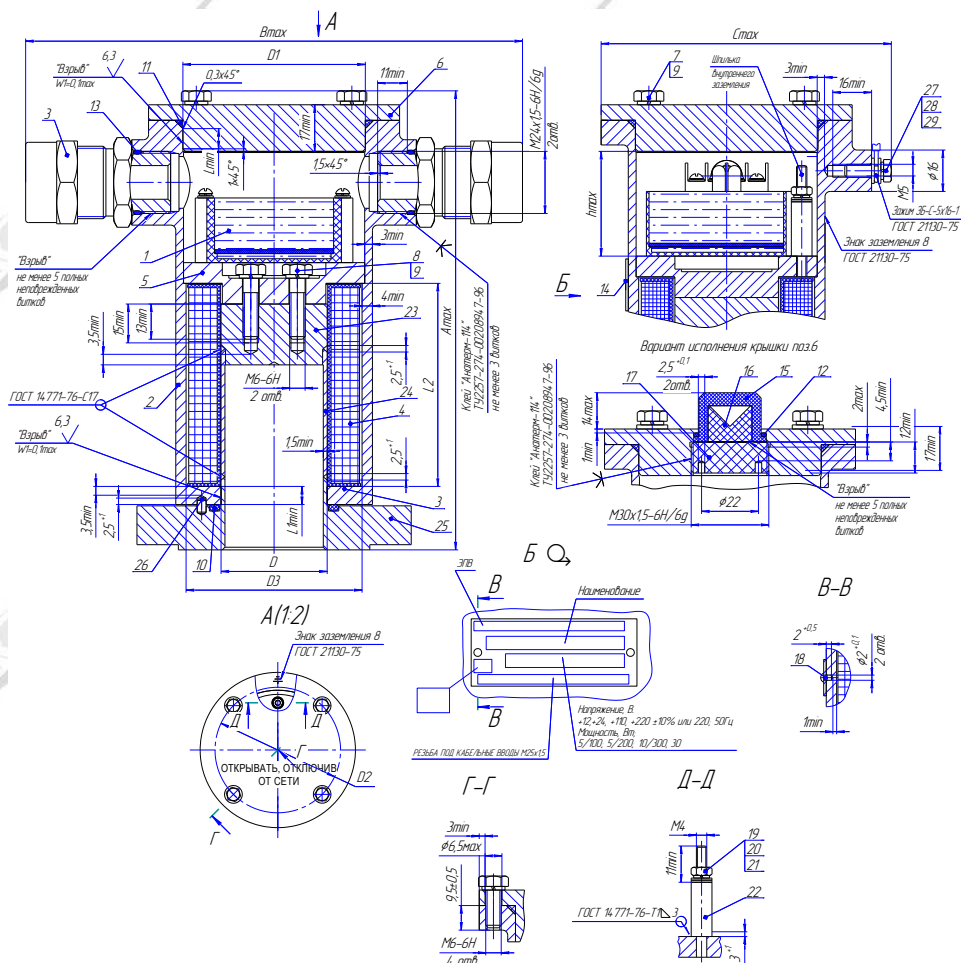

Рисунок 3. Привод. Чертеж средств взрывозащиты.
Обозначения на рис. 1а,б: 1–корпус(Сталь 10X18Н9Л ГОСТ 977-88), 2- камера(Сталь 14X17Н2 ГОСТ 5632-72), 3- Датчик конечных положений затвора (рис.5), 4- трубка разделительная(Сталь 12X18Н10Т ГОСТ 5632-72/14X17Н2 ГОСТ 5632-72), 5- электромагнитный привод (см.рис.3)), 6-сердечник (Сталь 14X17Н2 ГОСТ 5632-72), 7- кольцо (фторопласт Ф4К20 ТУ 6-05-1413-76), 8-пружина (Проволока ВО-2 ТУ3-1002-77), 10-шток (Сталь 12X18Н10Т ГОСТ 5632-72), 11, 18 –уплотнение (резиновая смесь. Марка в зависимости от исполнения), 11-вставка (Сталь 14X17Н2 ГОСТ 5632-72), 12-затвор (Сталь 14X17Н2 ГОСТ 5632-72), , 13, 14,15, 17 -кольцо (фторопаст-4 ГОСТ 10007-80 Е), 16- втулка (Сталь 14X17Н2 ГОСТ 5632-72), 20-вкладыш (Сталь 14X17Н2 ГОСТ 5632-72), 21- втулка (Сталь 14X17Н2 ГОСТ 5632-72), 22-шток (Сталь 14X17Н2 ГОСТ 5632-72), 23-шток (Сталь 12X18Н10Т ГОСТ 5632-72), 24-шайба (Сталь 14X17Н2 ГОСТ 5632-72), 25-гайка (Сталь 09Г2С ГОСТ19281-89), 26-ручка (алюминий литьевой Ак-7ч), 27-фланец (Сталь 14X17Н2 ГОСТ 5632-72), 28-скоба (Сталь 12X18Н10Т ГОСТ 5632-72), 29-втулка (Сталь 12X18Н10Т ГОСТ 5632-72), 30-фланец (Сталь 09Г2С ГОСТ19281-89), 31-болт А2 DIN933, 32,33- винт А2 DIN127, 34-43- кольца уплотнительные (резиновая смесь. Марка в зависимости от исполнения).
Электромагнитный привод (ЭПВ) представляет собой электромагнит постоянного тока со схемой управления режимом работы и состоит (см. рис.3) из корпуса 2 с двумя кабельными вводами и крышкой 6, катушки 4, прижимного фланца 5 и электронного блока управления 1 (модуль СФУ).
- заключения его электрических цепей во взрывонепроницаемые металлические оболочки по ГОСТ ИЕС 60079-1. Взрывоустойчивость оболочек проверяется при изготовлении испытаниями избыточным давлением 1,5 МПа. Сопряжения деталей, обеспечивающих взрывозащиту показаны на чертежах средств взрывозащиты (рисунок 3, 4, 5). На поверхностях, обозначенных "Взрыв" не допускаются раковины, забоины, вмятины, ржавчина, чернота, наличие краски и другие дефекты.
7.2.2 Присоединить питающий кабель к приводу в последовательности (см. рис.3, 4, 7):